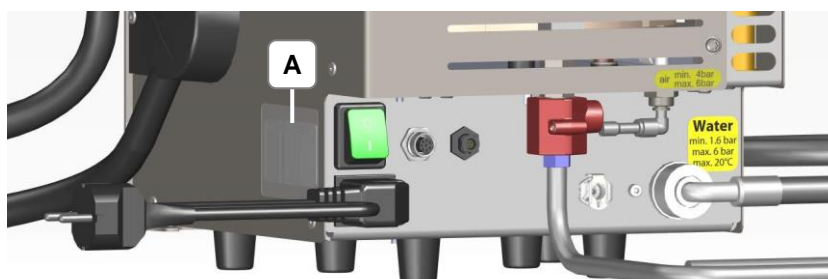

Bild 4.1.1: Typenschild (seitlich am Gerät)
**Typenschild** Schließen Sie das Gerät an einer geeigneten Schutzkontakt-Steckdose an. Die technischen Angaben des Typenschildes (Bild 4.1.1-A) müssen mit den vorhandenen Anschlussbedingungen übereinstimmen, insbesondere Netzspannung und Stromanschlusswert.